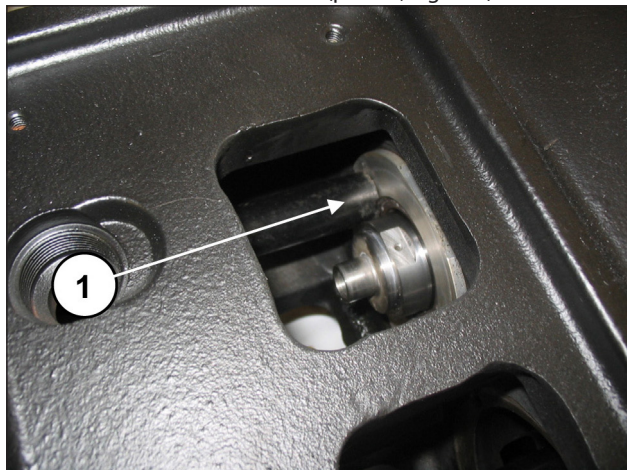
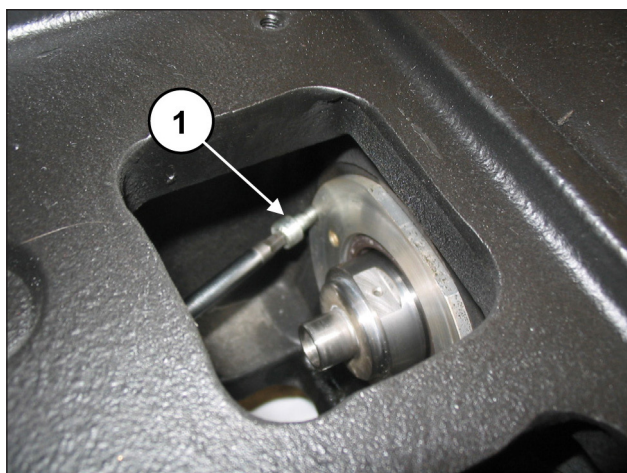

Fig. 172
Fig. 173
Comprobar que la tapa entre a fondo en el alojamiento (pos. ①, Fig. 172). No dañar el labio del retén. Fijar las tapas de retención con 2 tornillos M6x14 (pos. ①, Fig. 173).